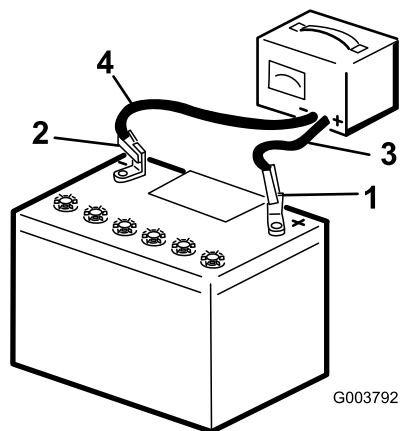

Figura 43
2. Carregue a bateria com um carregador de bateria de 3 a 4 amperes, durante 4 a 8 horas (Figura 43). Não carregue demasiado a bateria.
3. Quando a bateria estiver totalmente carregada, desligue o carregador da tomada elétrica e em seguida desligue os cabos do carregador dos bornes da bateria (Figura 43).